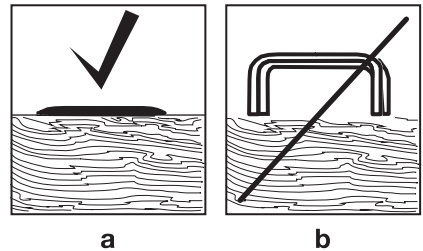

Fig.5 Coloque los clavos en el lado izquierdo del canal, con las puntas hacia arriba
- Zorg ervoor dat de spijkerskoppen naar beneden wijzen voor splitpen. Zorg er voor pennen voor dat het platte uiteinde naar beneden wijst en dat de scherpe punt naar boven wijst. Duw de schijf gesloten en zorg ervoor dat de grendel schakelt. (Fig 5).